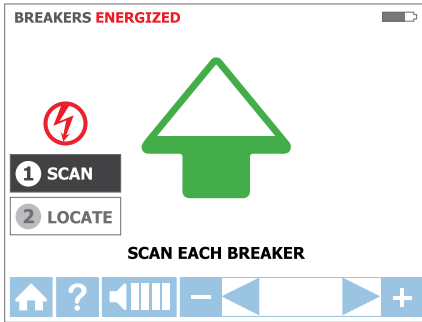

Figura 3.4b
- a. A unidade irá começar automaticamente no modo **1. PROCURAR**, tal como ilustrado na Figura 3.4b.